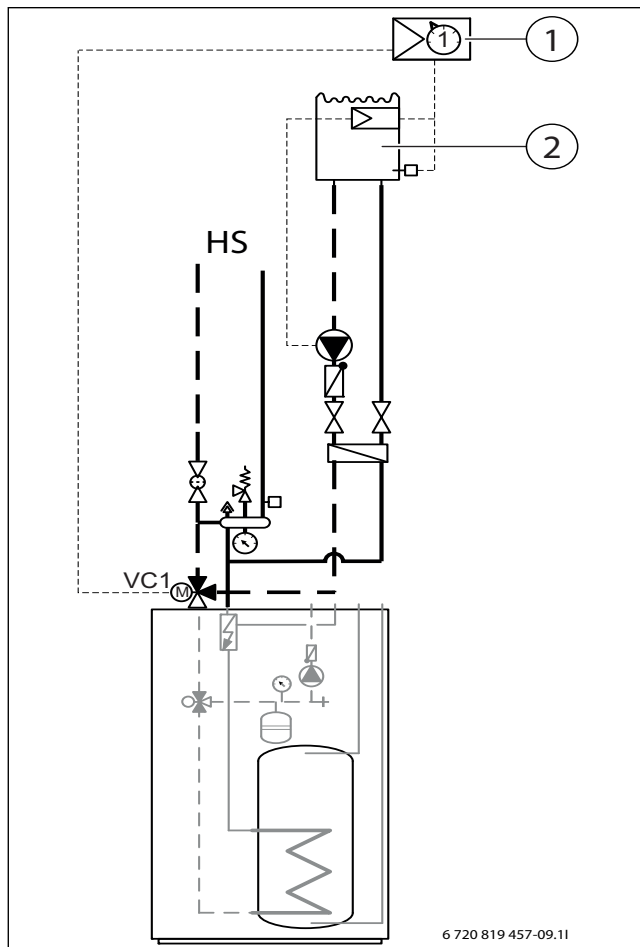

Рис. 25 Пример отопительной системы с бассейном
- ▶ Установите смеситель бассейна в обратную линию к внутреннему блоку (→ [VC1] рис. 25).